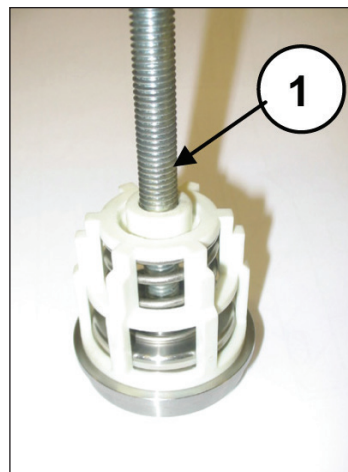

图37
- 拆除吸油和输油阀组, 拧紧一个螺丝M10, 长度足以在阀板上操作, 并从阀座抽出阀导承(部件号(图37, 部件号①)。